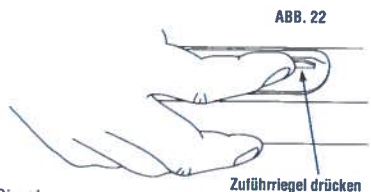

ABB. 22
- Schieben Sie Ihre Hand zum Boden des Rahmens vor. Drücken Sie den Zuführriegel fest an. Siehe Abb. 22.
12. Schieben Sie Ihre Hand zum Boden des Rahmens vor. Drücken Sie den Zuführriegel fest an. Siehe Abb. 22.